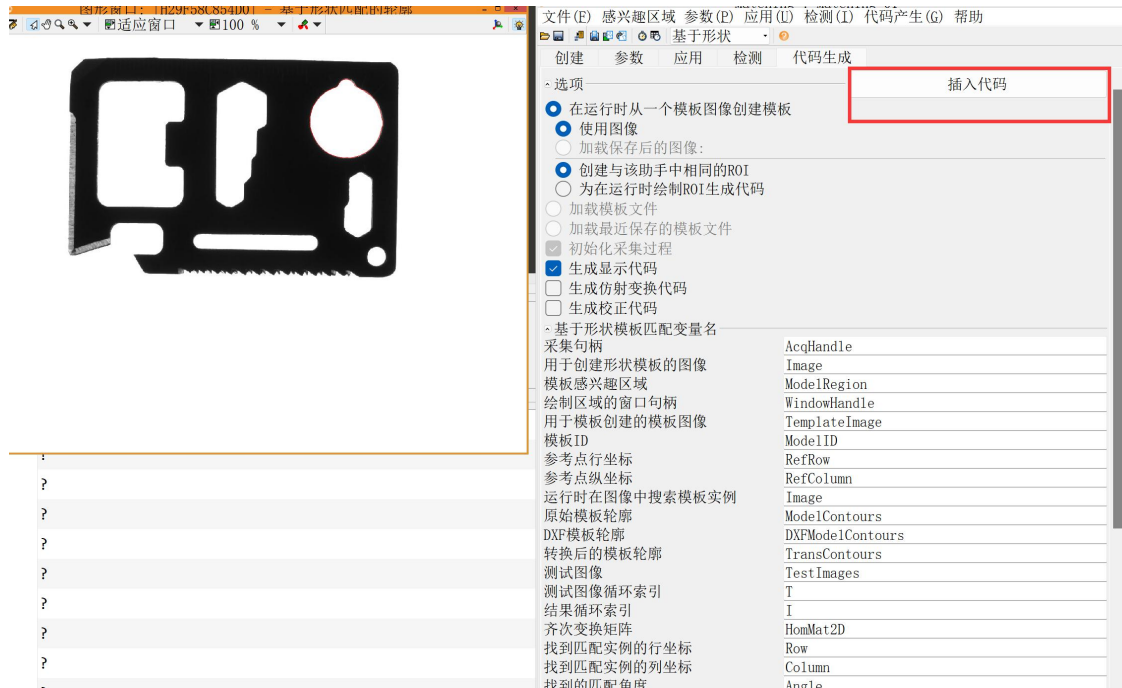

图 2-16 匹配助手“代码生成”选项卡
⑥ 点击“代码生成”选项卡，在“选项”中可以选择的内容如图 2-16 所示。展开“基于形状模板匹配变量名”可以查看插入代码时各个变量名称。点击右上角“插入代码”按钮，会在编辑区自动生成上述操作过程的代码，如图 2-16。